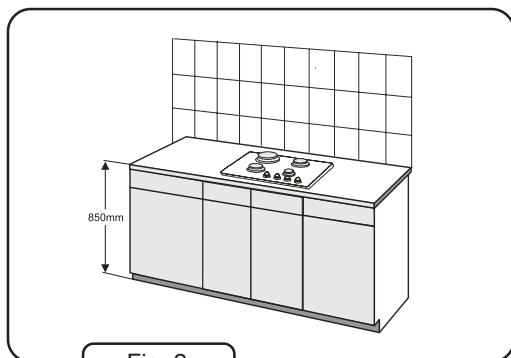

Fig. 2
3. El aparato deberá instalarse en la mesa de trabajo de altura no mayor a 850 mm. La pared adyacente a la placa estará hecha de materiales incombustibles (fig. 2).